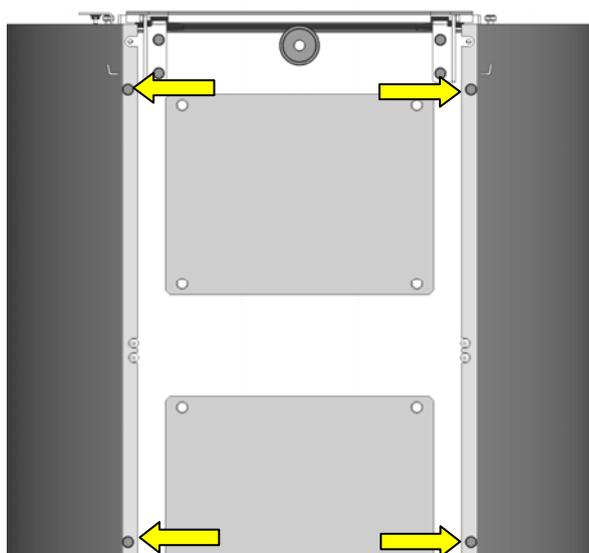

Fig. 30 : dévisser les vis de la paroi arrière
7. Dévisser à chaque fois deux vis en haut et au milieu (Fig. 30) au dos de l'appareil.